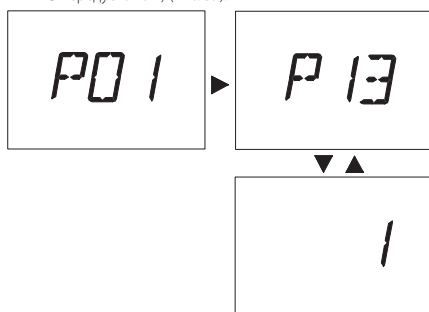

Рис. 39
- 1 Нажимайте кнопку сброса 9 Рис. 5 пока на ЖК-дисплее не отобразится параметр **P13**, в котором можно настроить *Электропитание трехходового клапана* (последовательность **P13** чередуется с **1**) (Рис. 39).